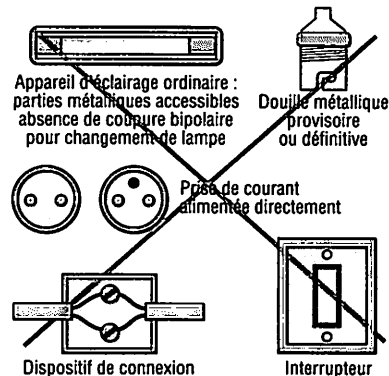

Fig. 16 : Appareils interdits dans le volume 2.
- Les interrupteurs, prises de courant, boîtes de connexion, douilles posées en salle d'eau ne doivent comporter aucune partie métallique accessible (fig. 16).